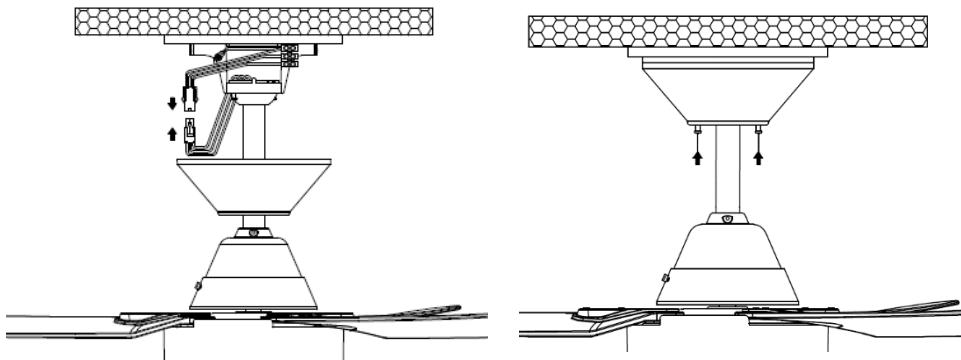

Fig. 10
- Coprire la staffa di montaggio con la calotta. Assicurarsi che tutti i cavi elettrici siano nascosti all'interno della calotta e che non siano stati danneggiati durante questa operazione. Fissare la calotta alla staffa di supporto utilizzando le viti in dotazione. Fig. 10.